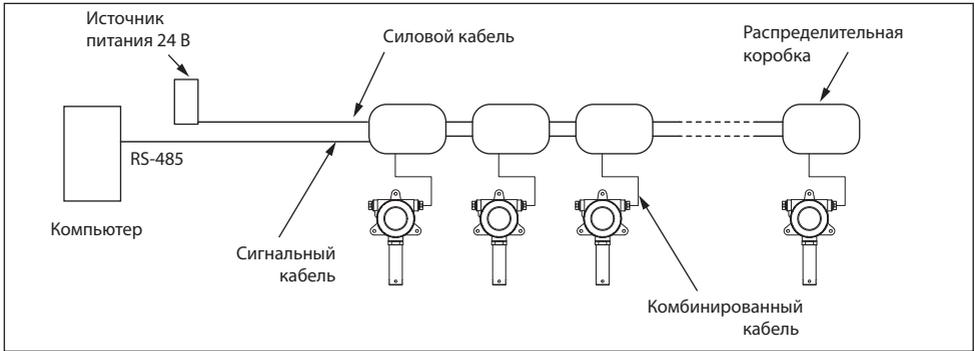

Рис.9. Схема подключения ГС шлейфом с распределительными коробками
- шлейфом: несколько устройств параллельно подключены к кабелям электропитания и передачи данных, посредством монтажных коробок (рис.9).